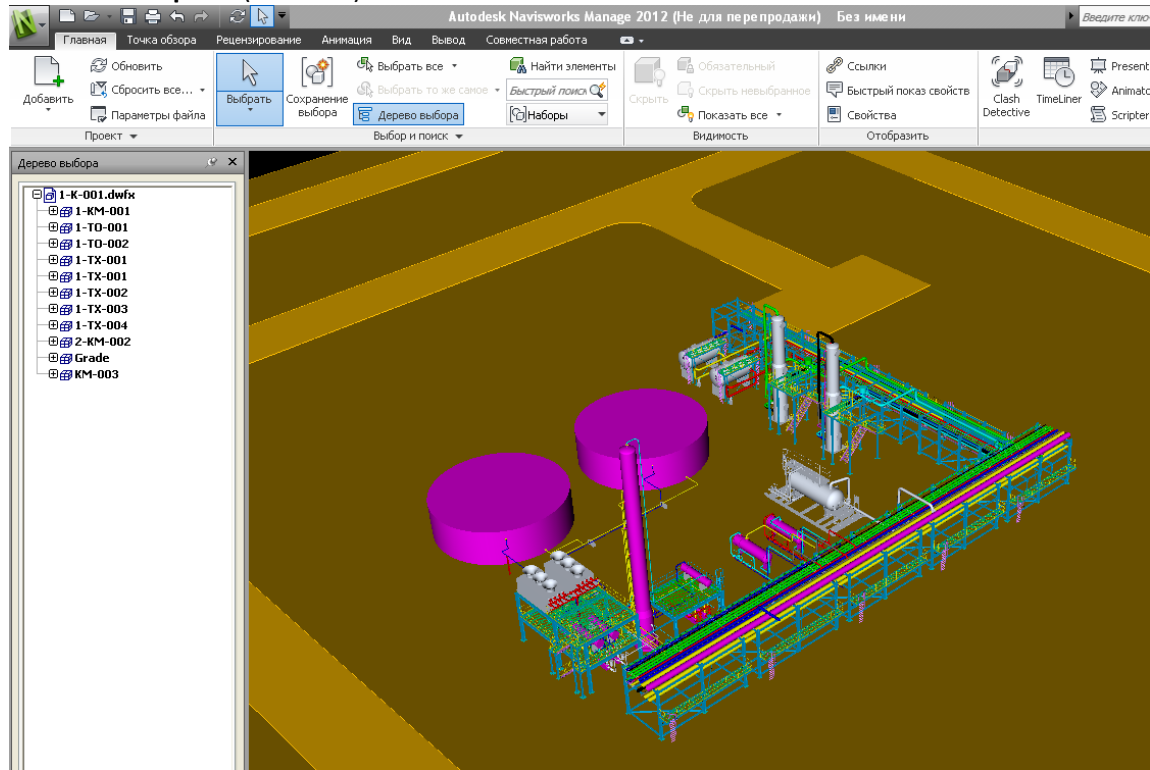

Рис. 131
5. Нажмите **Открыть** (Рис. 131).